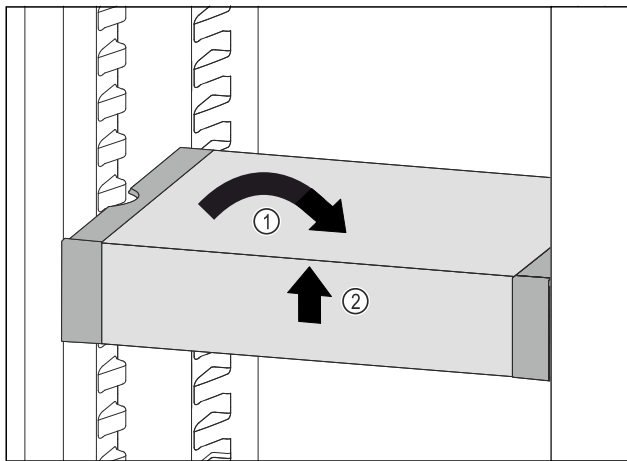

Fig. 122
- VarioSafe gerade stellen. Fig. 122 (1)
- VarioSafe vorne anheben. Fig. 122 (2)